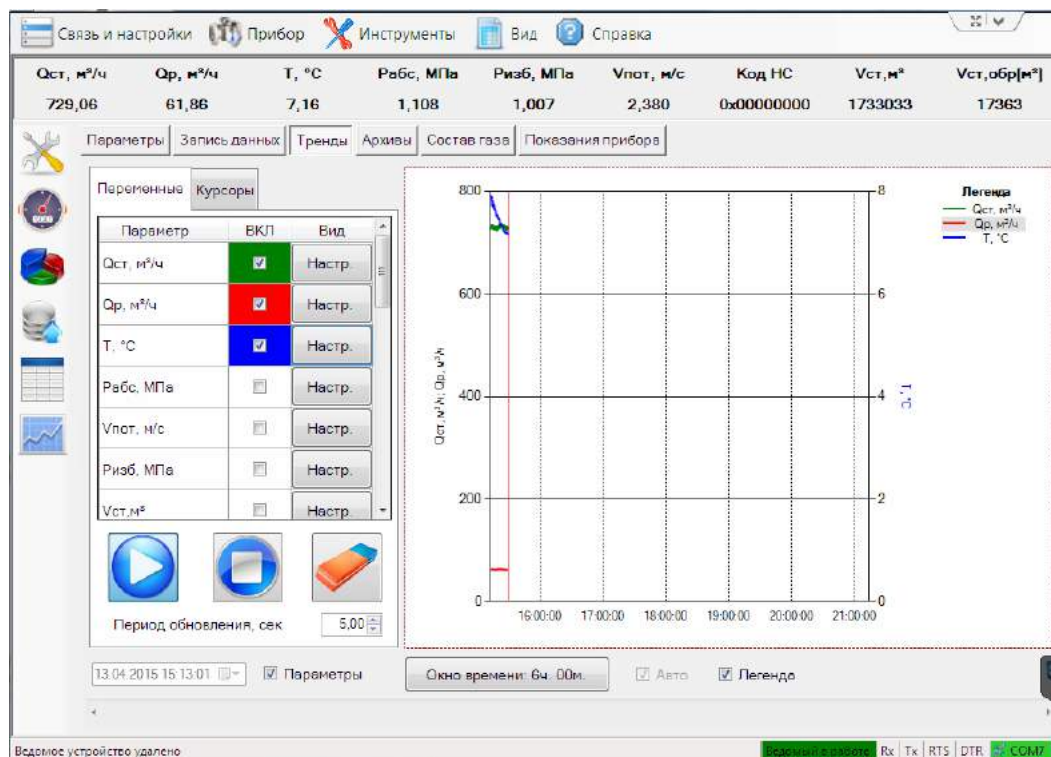

Рисунок 2.20
2.6.6 Вкладка «Тренды» предназначена для отображения значений выбранных параметров в виде графиков, наглядного изменения параметров с течением времени (рисунок 2.20).